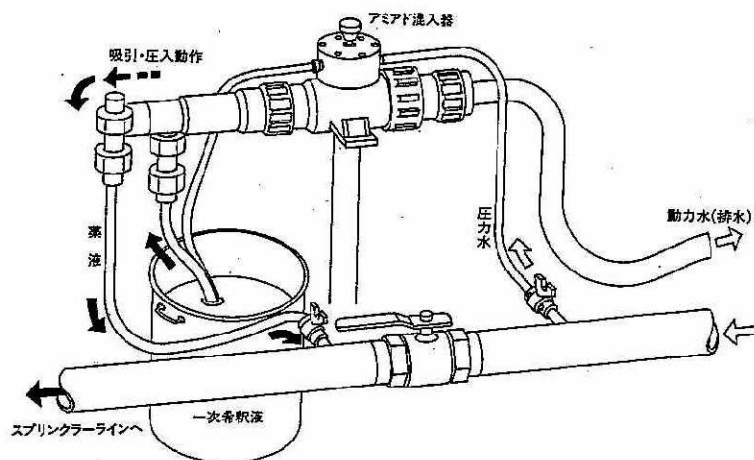

図 5
2. 図5に示されたように、駆動水取水ホースと薬液混入ホースとをそれぞれ間違えないように接続管に接合します。